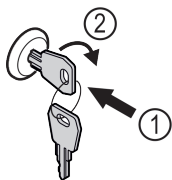

Fig. 145
- ▶ Introduceți cheia prin apăsare Fig. 145 (1).
- ▶ Rotiți cheia cu 90° în sensul acelor de ceasornic Fig. 145 (2).